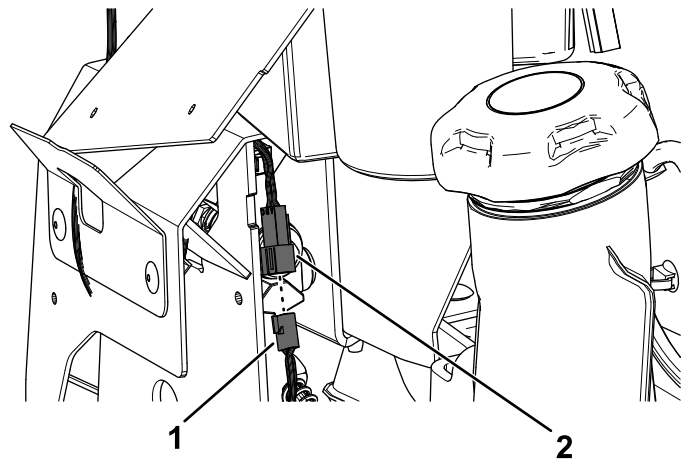

Bild 17
2. Verbinden Sie den Kabelbaumstecker des Kits mit dem Stecker des neuen linken Fahrtriebshebels (Bild 17).